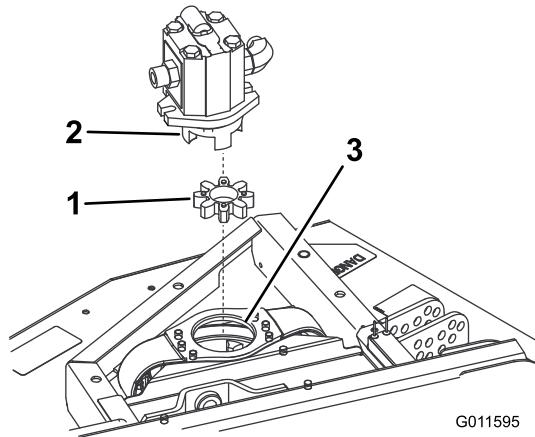

Figura 2
- Retire a aranha elastomérica do acoplador da polia interna. Verifique se existe desgaste e substitua se estiver gasta. Caso contrário, guarde para instalar na nova plataforma frontal (Figura 2).
Nota: Verifique se existe desgaste no cubo da aranha e substitua se estiver gasta (Figura 2).